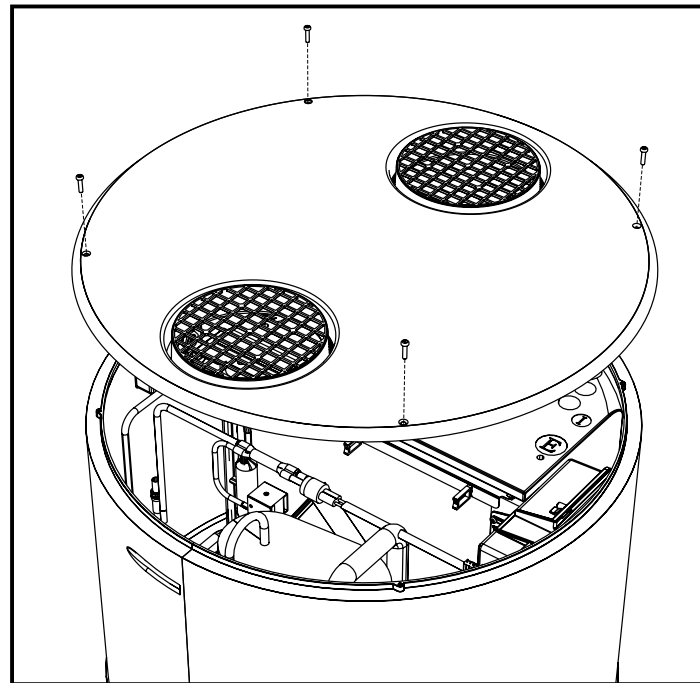

fig. 29- Remoção da tampa superior
- Remova a tampa superior, desapertando primeiramente os parafusos de bloqueio (fig. 29).